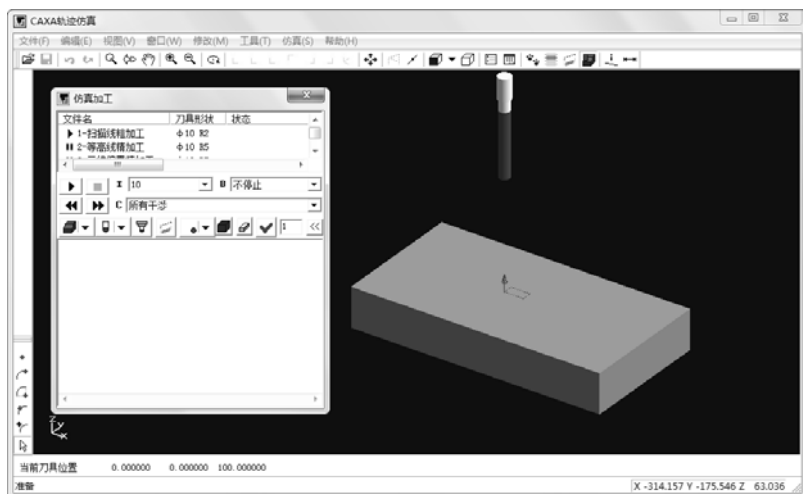

图 3-94 “仿真加工”对话框
2) 在仿真界面中, 选择下拉菜单“工具”→“仿真”命令, 或直接单击“实体仿真”按钮, 系统立即进行加工仿真, 并弹出“仿真加工”对话框, 如图 3-94 所示。